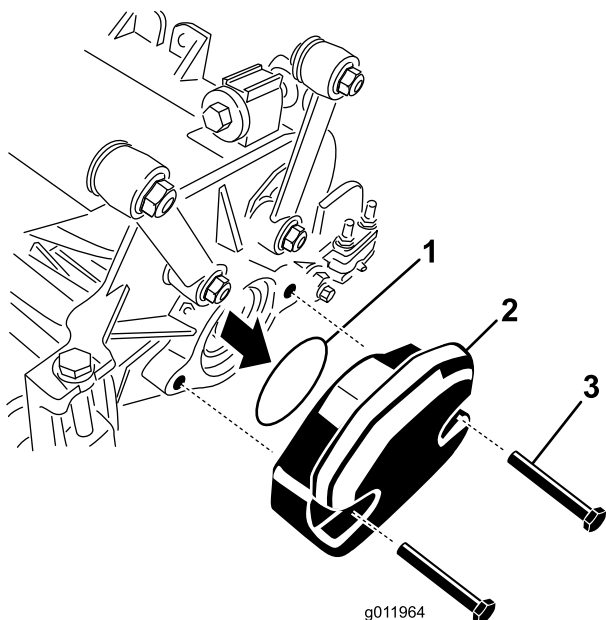

Figura 6
1. En la unidad de corte n° 3, retire los 2 tornillos de caperuza que fijan el contrapeso al extremo izquierdo de la unidad de corte. Retire el contrapeso (Figura 6).